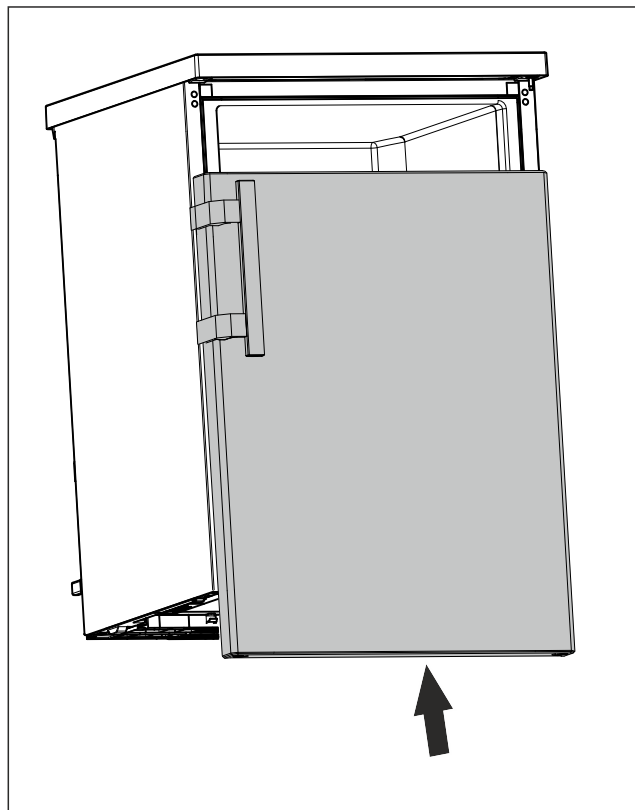

Fig. 24
- Lükake uks suletud seisundis ülemisele poldile. (vt. Fig. 24)